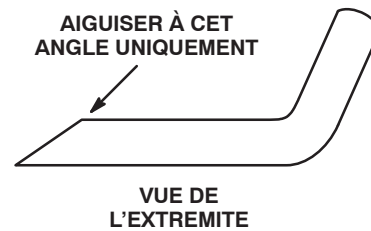

Figure 28
3. Examinez les tranchants de toutes les lames et aiguiser les s'ils sont émoussés ou ébréchés. N'aiguiser que le haut du tranchant et conservez l'angle de coupe d'origine pour obtenir une coupe nette (Fig. 28). Limez la même quantité de métal sur chacun des deux tranchants pour ne pas déséquilibrer la lame.